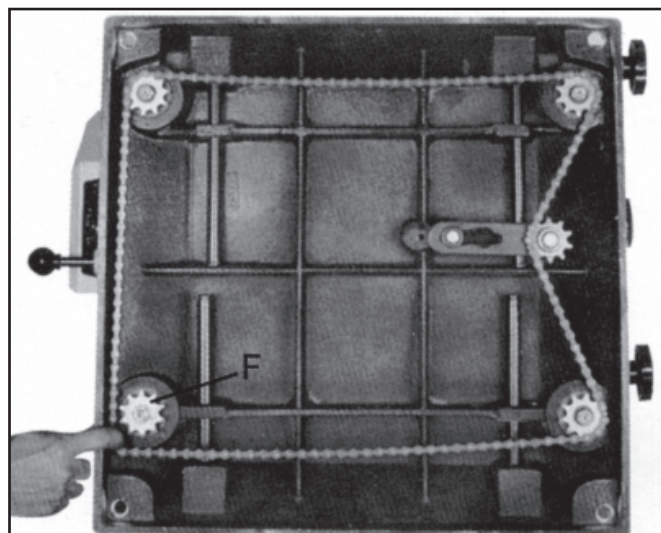

Figura 27
2. Retire la cadena de la estrella en el extremo de la mesa que se debe ajustar. Por ejemplo, la cadena ha sido retirada de la estrella (F) en la Figura 27.
3. Gire la estrella (F, Figura 27) con la mano para ajustar la esquina con las otras tres esquinas. Si gira la estrella en el sentido de las manecillas del reloj, disminuirá la distancia entre la mesa y el cabezal. Una rotación en sentido contrario a las manecillas del reloj aumenta la distancia.